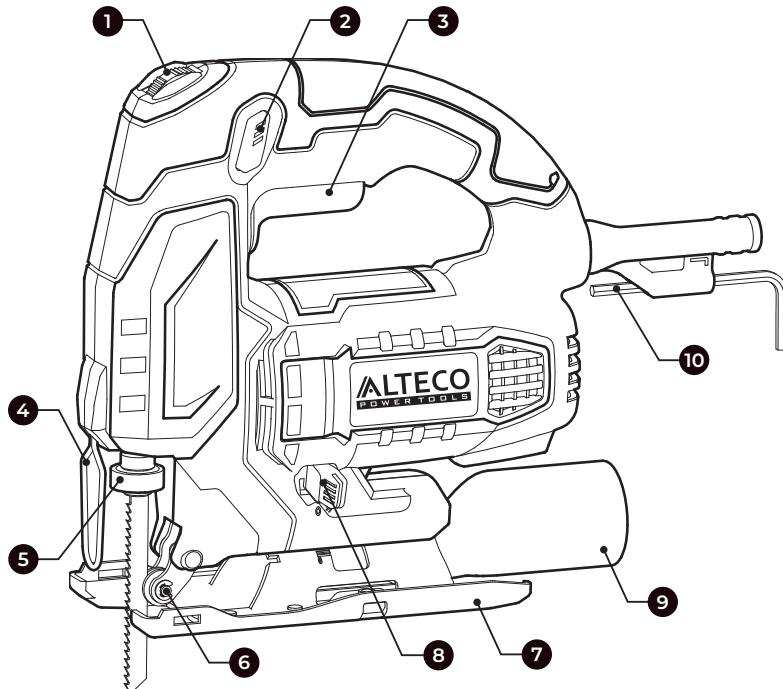

Рис. 1
- Необходимо, чтобы при пилении опорная плита 9 (рис. 1) надежно прилегала к поверхности. Перекос опорной плиты приводит к перекосу пильного полотна, что может привести к облому пилки и к обратному удару.
- Путём вращения регулятора оборотов 1 (рис.1) можно регулировать обороты двигателя лобзика и соответственно скорость хода пильного полотна. Выбор необходимой скорости зависит от вида и толщины материала.
- Данная модель электрического лобзика укомплектована функцией сдува опилок, что позволяет держать линию реза, при работе, чистой от опилок. Для включения данной функции необходимо включить выключатель системы сдува. Чистые операции резки могут быть выполнены с помощью подсоединения этого инструмента к пылесосу. Вставьте шланг пылесоса в патрубок 9 (рис. 1).